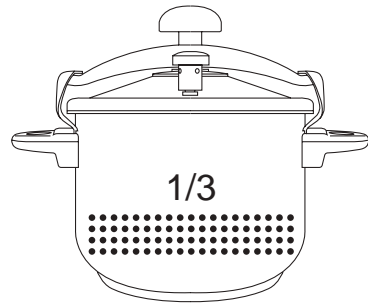

Fig.3
3. Hay diversos mecanismos de seguridad para reducir la presión que garantizan el buen funcionamiento de la olla a presión. (Fig. 3)